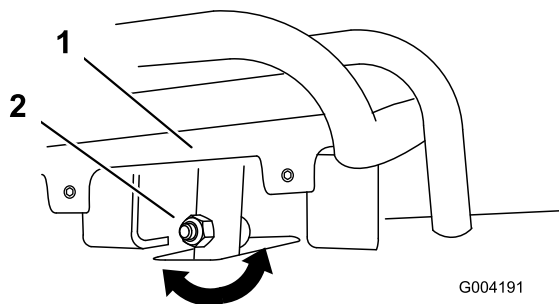

Figura 52
4. Si la parte delantera del control de tracción no queda enrasada con y paralela a la barra de referencia, afloje la tuerca con arandela prensada y el perno del tubo del control de tracción (Figura 52).
5. Ajuste el control de tracción hasta que quede enrasado con la barra de referencia al tirar del mismo hacia atrás del todo (Figura 52 y Figura 53).